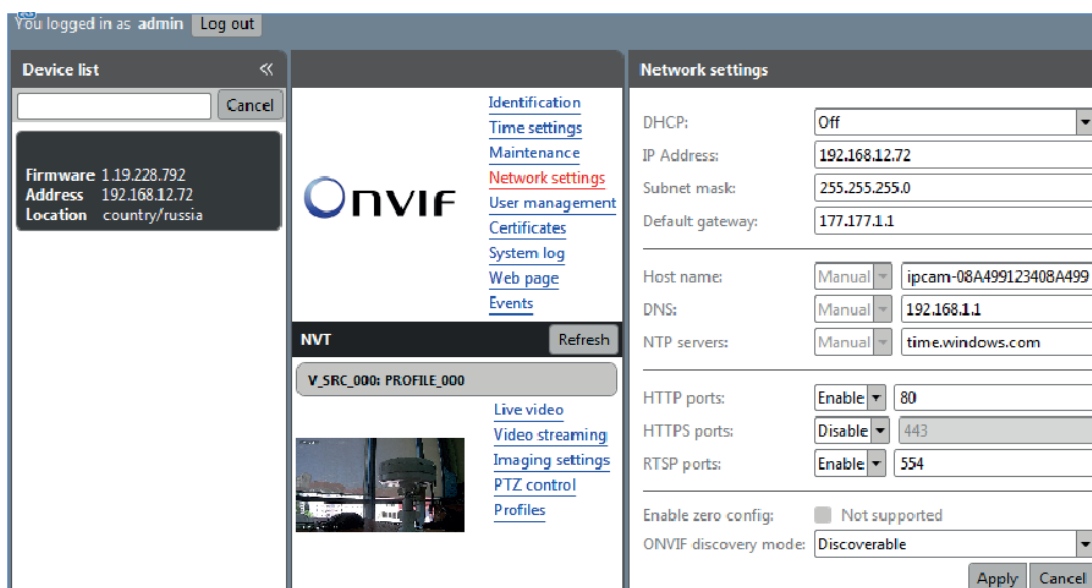

Рисунок 8
- 2) Для включения DHCP в поле DHCP выберите значение On, чтобы IP-адрес назначался автоматически. Для ручной настройки сетевых настроек выберите значение Off. Чтобы применить изменения нажмите кнопку Apply, рисунок 8.